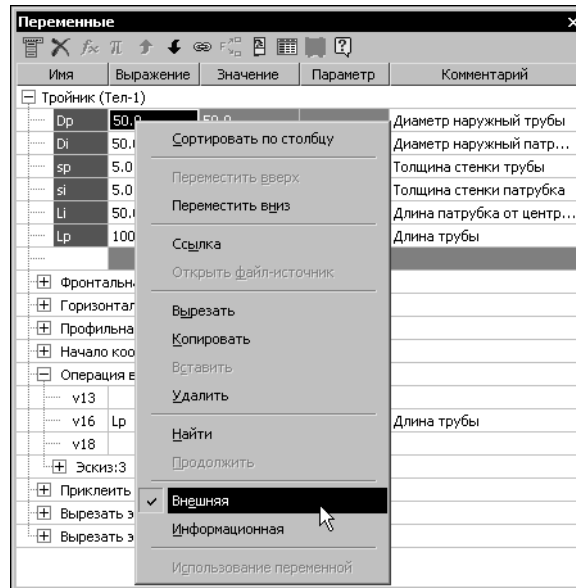

Рис. 115.10. Контекстное меню переменных
- ▼ Информационная переменная главного раздела — это переменная, которой вручную присвоен статус «информационная». Для присвоения переменной этого статуса необходимо вызвать команду **Информационная** из контекстного меню переменных главного раздела (см. рис. 115.10 на с. 331). Ячейка имени информационной переменной главного раздела имеет желтый цвет. Если информационная переменная имеет также статус «внешняя», то цвет ее ячейки — зеленый.
Чтобы сделать переменную внешней, вызовите из контекстного меню команду **Внешняя**. Если переменная внешняя, то слева от названия команды в меню отображается «галочка» (рис. 115.10).